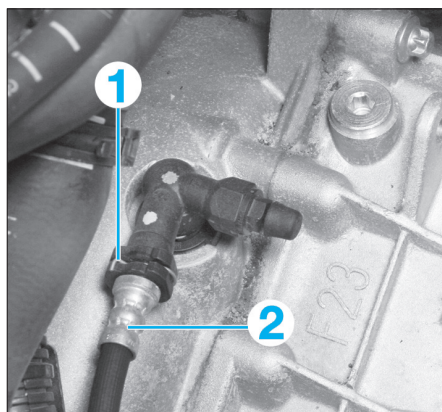

FIG. 1
- Retirer l'agrafe (1) de la canalisation (2) d'embrayage (fig. 1) puis la débrancher.